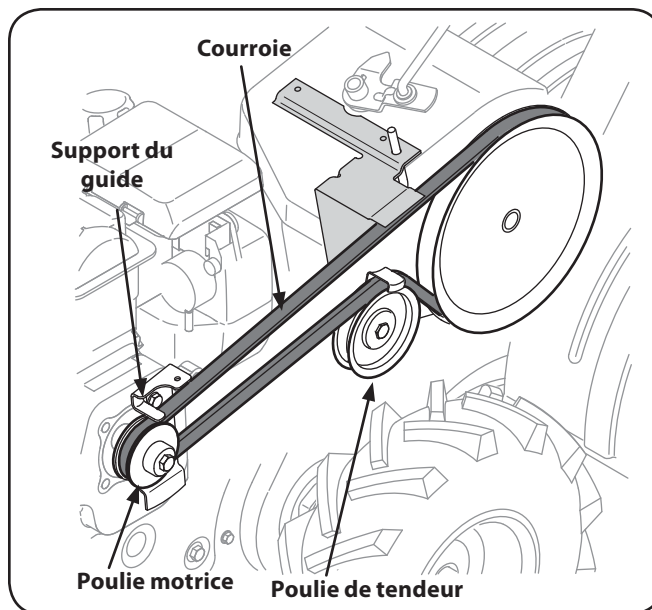

Figure 7-2
4. Démontez le support du guide qui se trouve derrière la poulie motrice en retirant les deux boulons hex. et les deux rondelles-frein. Voir la Fig. 7-2.
REMARQUE: Lors du remontage, vérifiez que la courroie passe au-dessus de la poulie du tendeur et entre les dispositifs de retenue près de la poulie du tendeur. Voir la Fig. 7-2 .